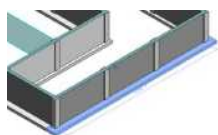
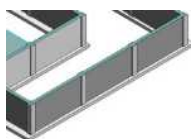

图 10-7 选择条形基础
图 10-8 调整方向
(1) 打开 10.1.1 节绘制的模型，选择条形基础，如图 10-7 所示，单击图形上的“翻转”按钮, 调整条形基础的方向，如图 10-8 所示。